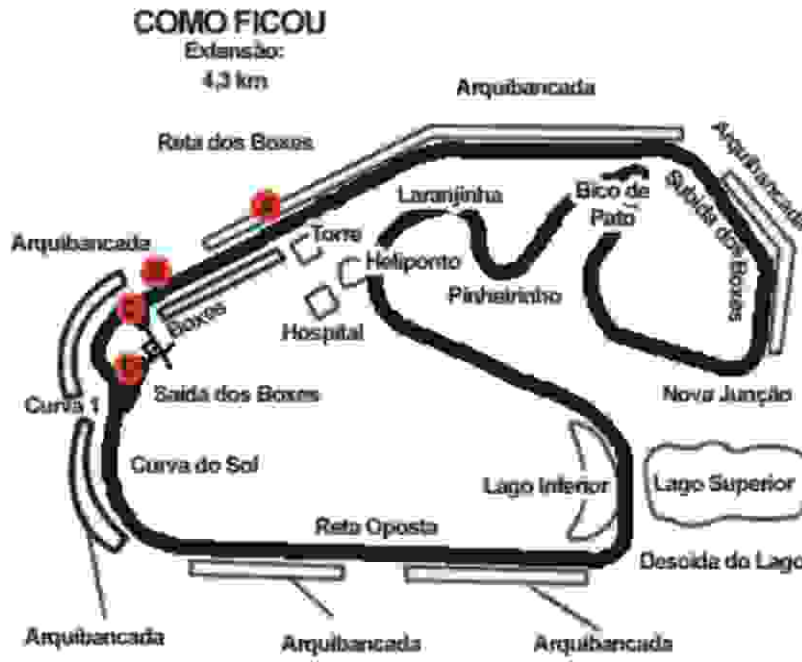

Figura 2
A velocidade e a aceleração dos carros variam bastante de trecho para trecho do circuito, dependendo do comprimento da reta ou do raio da curva. Para se ter uma idéia, observando a figura 2, um carro posicionado no início do grid consegue na largada da prova de Interlagos, em (A), na reta dos boxes, partir do repouso e atingir 216 km/h em 8 segundos. Em seguida, inicia a freada em (B), a uma distância de 125 metros do ponto (C), para entrar, então, na curva ao final da reta dos boxes a 108 km/h. Nessa curva, representada na figura 2 pelo arco CD de medida igual à quarta parte de uma circunferência de diâmetro 200 m, o piloto mantém constante o valor de 108 km/h para a velocidade do carro até completá-la totalmente. Todas as etapas de aceleração, freada e retomada servem para compor a velocidade média do automóvel, de aproximadamente 200 km/h em cada volta do circuito.
- Desenhe um gráfico cartesiano para representar a variação da velocidade (em m/s) em função do tempo (em s) de um competidor de Fórmula 1 em Interlagos, desde a largada, em (A), até o momento em que completa a curva ao final da reta dos boxes, em (D). Para isso, utilize a região quadriculada na folha de respostas, registrando claramente os valores de velocidade e tempo correspondentes aos instantes de alteração de movimento. Considere constante o módulo da aceleração em cada etapa.
- Calcule o coeficiente de atrito entre os pneus do carro e o piso da pista enquanto o carro executa a curva representada pelo arco CD na figura 2. Suponha que a velocidade desenvolvida pelo carro nesse momento corresponda ao máximo valor para que não ocorra derrapagem lateral.
- Ao entrar na reta oposta, o competidor (1) emparelha seu carro de 4,50 m de comprimento com o carro do competidor (2), de mesmo comprimento. Suponha que neste instante os carros de (1) e (2) tenham a mesma velocidade, de módulo igual a 162 km/h e estejam sujeitos a acelerações constantes de módulos respectivamente iguais a 4,76 m/s² e 4,67 m/s². Calcule a distância que o competidor (1) percorrerá desde o instante em que emparelha com (2) até o momento em que completa a ultrapassagem.